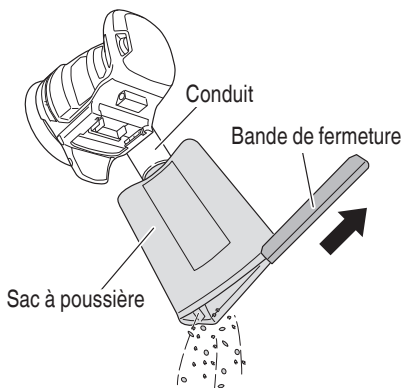

Fig. 16
1. Vidage et nettoyage du sac à poussière (Fig. 16).